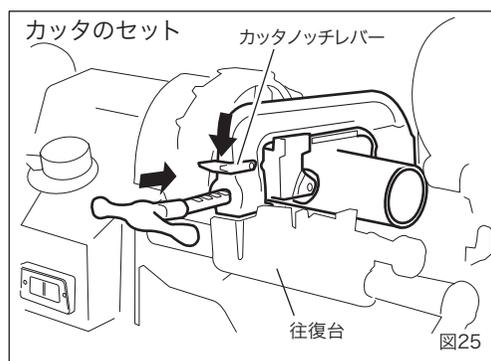

図25
- ④パイプカッタをパイプ径より大きくひらいてパイプカッターの前後を往復台の受け溝に入れます。
- ⑤切断箇所に刃の位置を合わせてカッタノッチレバーを押しながら、刃とローラがパイプに軽く当たるところまで近づけてください。(図25)